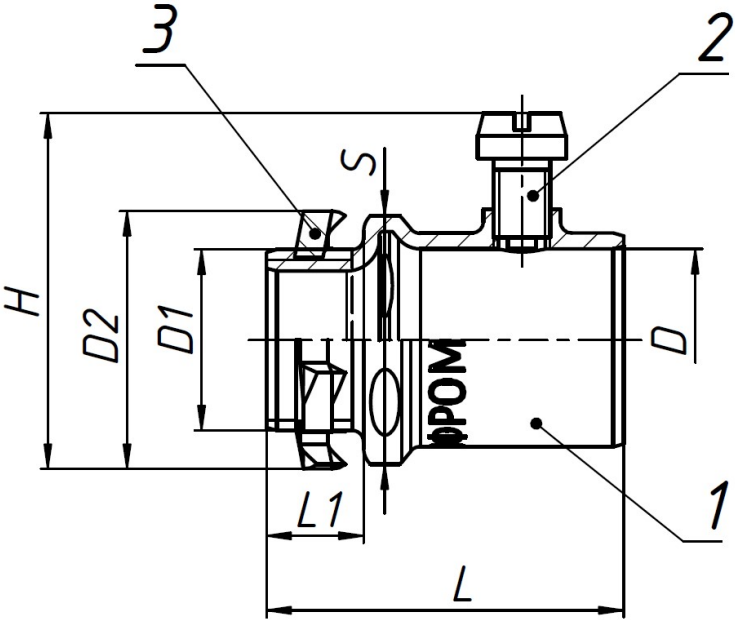

Рисунок 1 - Муфта вводная IP40 ГОФРОМАТИК
Муфта вводная IP40 ГОФРОМАТИК состоит из: корпуса (1), винта установочного (2) (два винта установочных-для диаметра Ø=40 мм и более) и гайки установочной заземляющей (3) (см. рисунок 1).